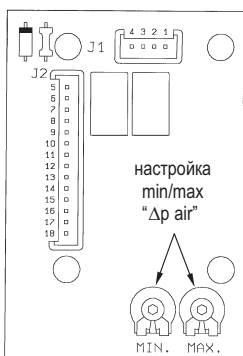

Рис. 3
- 2) Используя триммер "MAX" на электронной плате вентилятора (рис. 3) настройте максимальный перепад давления в соответствии с таблицей:
- 4) Используя триммер "MIN" на электронной плате вентилятора (рис. 3) настройте минимальный перепад давления в соответствии с таблицей: